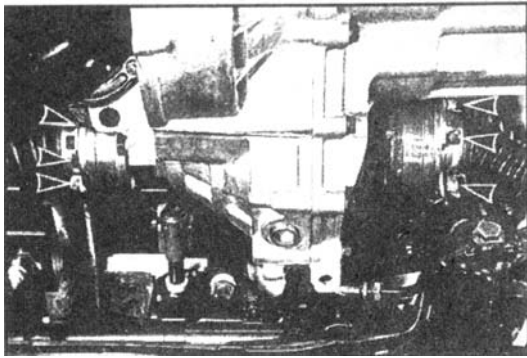

图 4-72 拆卸左侧油封和输出法兰（一）
(1) 拆下传动轴与输出法兰的连接螺栓, 拆下传动轴并固定在一定的位置上, 如图 4-72 所示